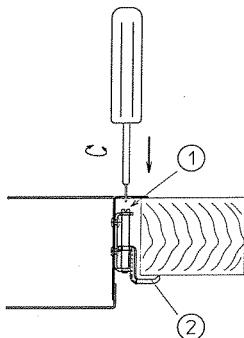

Fig. 5
7. Dévisser les vis **1** des étriers de blocage **2** en fonction de l'épaisseur du plan de travail (fig. 5). Remarque : faire attention au sens de rotation: pour ouvrir, tourner vers la droite. Insérer l'appareil, marque Gaggenau vers l'avant. Ensuite, centrer l'appareil.
8. Faire pivoter les étriers **2** vers la gauche, sous le plan de travail. Serrer uniformément les vis **1** (fig. 5).